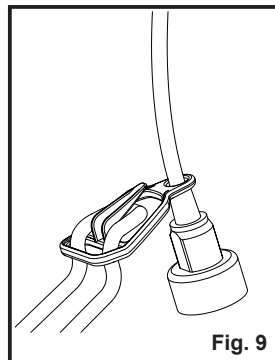

Fig. 9
- Forme un bucle con el extremo del alargador. Desde el lado derecho, pase el bucle por el orificio de la parte posterior del retenedor del cable y colóquelo alrededor del gancho (Fig. 9).